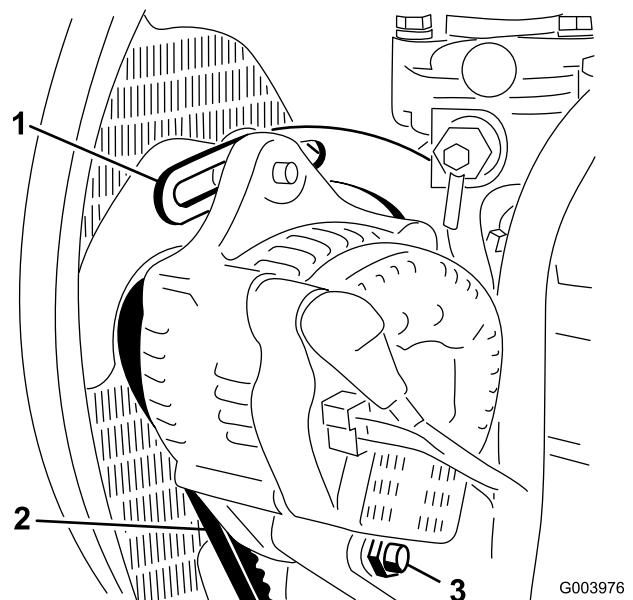

Figure 76
2. Contrôlez la tension de la courroie d'alternateur (Figure 76) en exerçant une force de 10 kg à mi-distance entre les poulies d'alternateur et de vilebrequin.
3. Desserrez le boulon de fixation du renfort au moteur (Figure 76), le boulon de fixation de l'alternateur au renfort et le boulon de pivot.